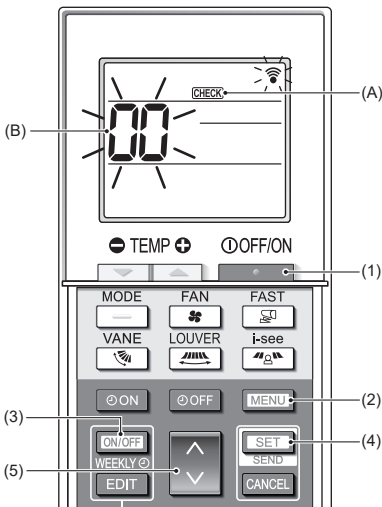

Fig. 7-6
7.3.2. Para controlo remoto sem fio (Fig. 7-6)
■ Verificação automática (Fig. 7-6)
- Prima o botão (1) para parar o aparelho de ar condicionado.
- Se o temporizador semanal estiver activo (**WEEKLY** aceso), prima o botão (3) para o desactivar (**WEEKLY** apagado).
- Prima o botão (2) durante 5 segundos.
- CHECK** (A) acende e a unidade entra no modo de verificação automática.
- Prima o botão (5) para seleccionar o endereço do refrigerante (endereço M-NET) (B) da unidade interior cuja verificação automática pretende realizar.
- Prima o botão (4).
- Prima o botão (1).
- CHECK** (A) e o endereço do refrigerante (endereço M-NET) (B) apagam e a verificação automática fica concluída.